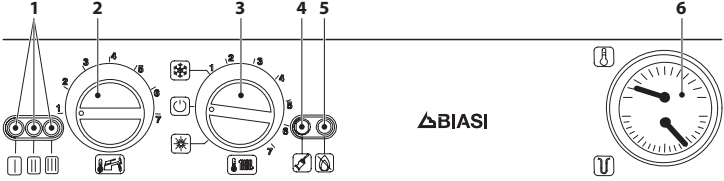
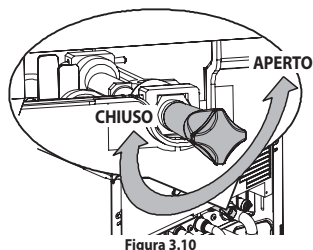

Figura 3.1
Figura 3.10
La lampada segnalazione blocco 5 in Figura 3.1 è accesa. Premere il pulsante di ripristino 4.
- Alimentate elettricamente la caldaia azionando l'interruttore bipolare previsto nella installazione; la lampada di segnalazione 1 in Figura 3.1 fa un breve lampeggio circa ogni 4 secondi.
Aprire il rubinetto di riempimento in Figura 3.10 posto sotto la caldaia e verificate contemporaneamente la pressione del circuito riscaldamento sul manometro in 6 in Figura 3.1).
Se la temperatura ambiente è troppo elevata, non agite sui rubinetti dei radiatori, ma diminuite la regolazione della temperatura riscaldamento tramite il termostato ambiente o con la manopola regolazione riscaldamento 3 in Figura 3.1.
Se la caldaia non funziona e la lampada segnalazione blocco (4 in Figura 3.1) è accesa la caldaia è in blocco di sicurezza.
Per ripristinare il suo funzionamento premere il tasto reset 5 (Figura 3.1) sul pannello comandi della caldaia.